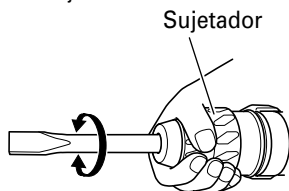

Fig. 8
- (c) Gire la palanca selectora como se muestra en la Fig. 8 y fije la herramienta en la dirección de trabajo deseada.